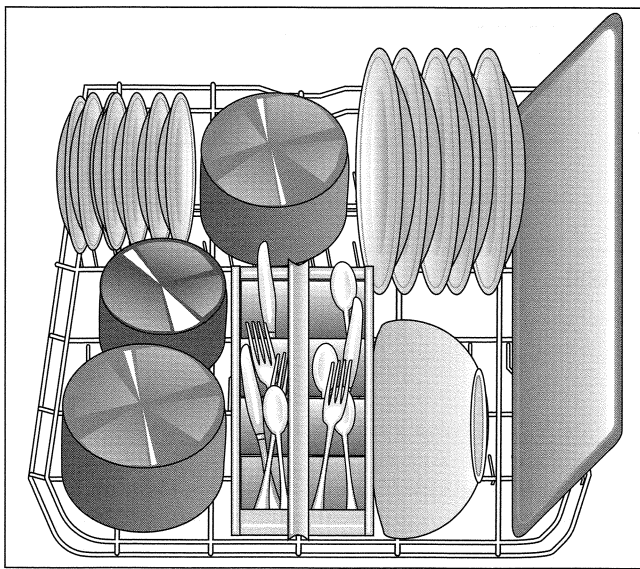

Figura 4.
- Las máquinas lavaplatos Bosch están equipadas con anaqueles para voltear las tazas y vasos al costado de la rejilla superior. Vea la figura 4. Estas rejillas para voltear las tazas y vasos están especialmente conformadas para mantener espaciamiento entre los pies de las copas. Cuando están volteados hacia abajo, los cristales de pie largo pueden ser colocados en la segunda fila a partir del borde, de forma tal que los pies descansen en los extremos en "V" de los estantes. Cuando los estantes de copas están en posición hacia arriba, los cristales de pie largo tienen que ser colocados en la primera hilera con los pies colocados de forma que descansen entre las proyecciones en forma de dientes de los estantes.
- Artículos largos y/o pesados deben colocarse en la parrilla inferior de la lavavajillas. Las ollas y los sartenes muy sucios deben ser colocados boca abajo. Vea figura 4